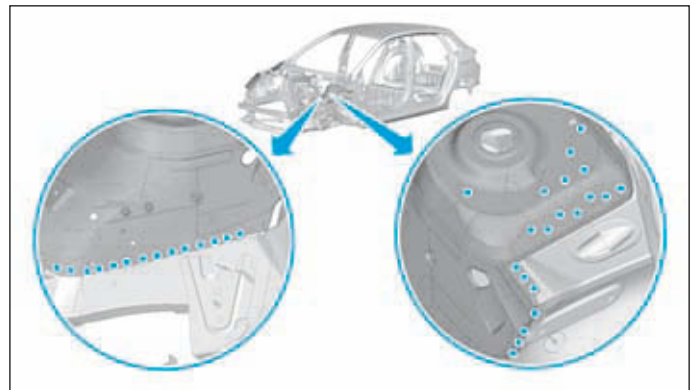

FIG.56
- Percer l'ensemble des points au Ø 8 mm (Fig.56).